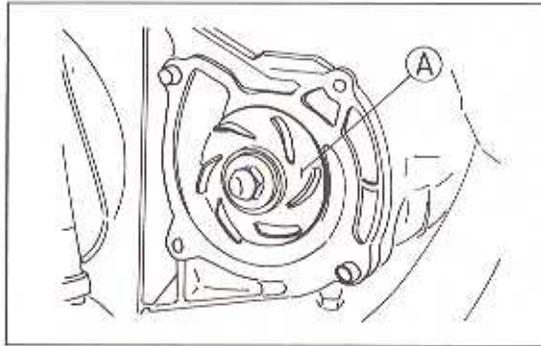

Bild 82
- Das Schleuderrad der Pumpe auf Verschleiß prüfen (Bild 82). Bei Verschleiß das Rad durch ein Neuteil ersetzen.